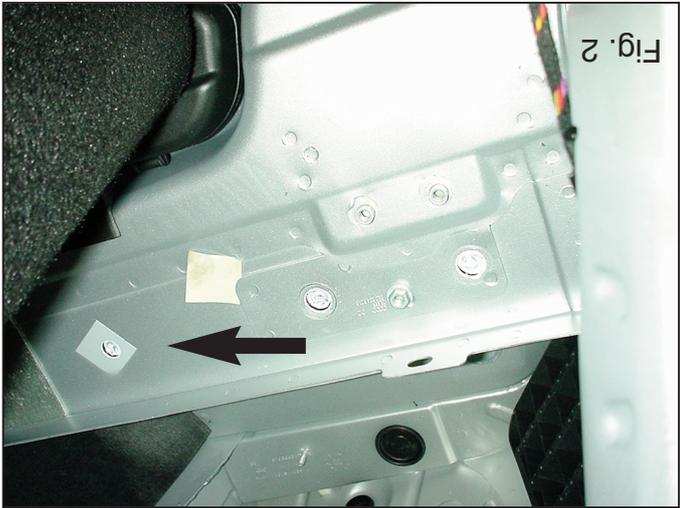

Fig. 2
1. Verwijder de bekleding van de bodemvloer. Verwijder het kunststof-achterpaneel en neem het linker en rechter zijpaneel gedeeltelijk los, zodat de bevestigingspunten bereikbaar zijn. Verwijder de stickers uit de kofferbakbodem t.p.v. de bevestigingspunten. (zie fig. 2.) Demonteer de bumper en maak het hitteschild en de laatste uitlatophanging los. Zaag een deel overeenkomstig figuur 3 in het midden aan de onderzijde uit de bumper. Zaag overeenkomstig figuur 4 de aangegeven delen af.
1. Remove the bootmat. Remove the plastic back panel and detach the left and right side panels to access the points of attachment. Remove the stickers from the fixing points in the base of the luggage compartment (see fig. 2). Remove the bumper and loosen the heat shield and the exhaust suspension. Saw a section out of the middle of the underside of the bumper as shown in fig 3. Saw out the indicated sections from figure 4.
1. Die Fußbodenverkleidung entfernen. Die Kunststoff-Rückwand entfernen und die linke und rechte Seitenwand teilweise lösen, so dass die Befestigungspunkte erreichbar sind. Die Aufkleber auf dem Boden des Kofferraums bei den Befestigungspunkten entfernen (siehe Abb. 2). Die Stoßstange demontieren und das Hitzeschild sowie die letzte Auspuffaufhängung los machen. Auf der Unterseite der Stoßstange einen Teil
1. Retirar el revestimiento del suelo. Retirar el panel trasero sintético y desprender parcialmente el panel lateral izquierdo y derecho, de modo que quedan accesibles los puntos de sujeción. Retirar los adhesivos del maletero a la altura de los puntos de fijación. (Véase la fig. 2). Desmontar el parachoques y soltar el escudo térmico y la última suspensión del tubo de escape. Serrar una parte de acuerdo con la figura 3 en el centro del lado inferior del parachoques. Corte las secciones indicadas en la figura 4.
1. Fjern beklædningen i bunden. Fjern bagpanelet af kunststof og løsn det venstre og højre sidepanel, således at man kan komme til ved montagepunkterne. Fjern mærkaterne ved montagepunkterne (jævnfør fig. 2) i bunden af bagagerummet. Demonter kofangeren og løsn varmeskjoldet og det yderste udstødningsophæng. Sav en del ud af kofangeren midt på undersiden jf. fig. 3. Sav de markerede dele ud ifølge figur 4.
1. Rimuovere il rivestimento dal fondo del bagagliaio. Rimuovere il pannello posteriore in plastica e staccare parzialmente i pannelli destro e sinistro, in modo da rendere accessibili i punti di fissaggio. Rimuovere gli adesivi dal fondo del bagagliaio a livello dei punti di fissaggio. (vedi fig. 2) Smontare il paraurti e staccare lo scudo termico e l'ammortizzatore più esterno del tubo di scarico. Segare via la parte indicata in figura 3 dalla parte centrale inferiore del paraurti. Segare via le parti indicate in figura 4.